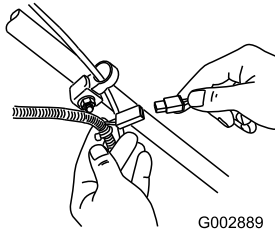

Bild 30
1. Schließen Sie das Ladegerät an den Kabelbaum an, der sich unter der Elektrostarttaste befindet (Bild 30).